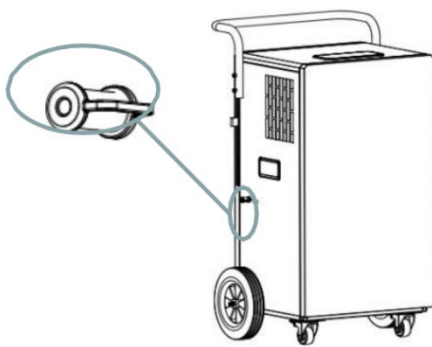

Fig.1
1. Überprüfen Wenn der Wasserstopfen mit kontinuierlichem Entwässerungslochsteingefügt eng. Wie in Abb.1